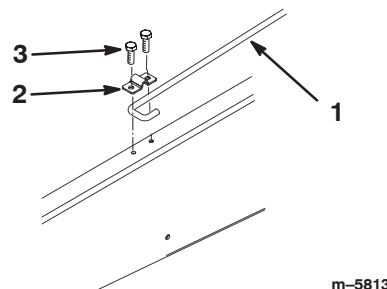

Figure 9
6. Desserrez le boulon de fixation de l'attache de la béquille jusqu'à ce que vous puissiez faire passer l'extrémité en J de la béquille sous l'attache (Fig. 9)
7. Serrez le boulon et fixez l'autre côté de l'attache avec un boulon neuf (5/16 x 3/4 pouce) (Fig. 9).